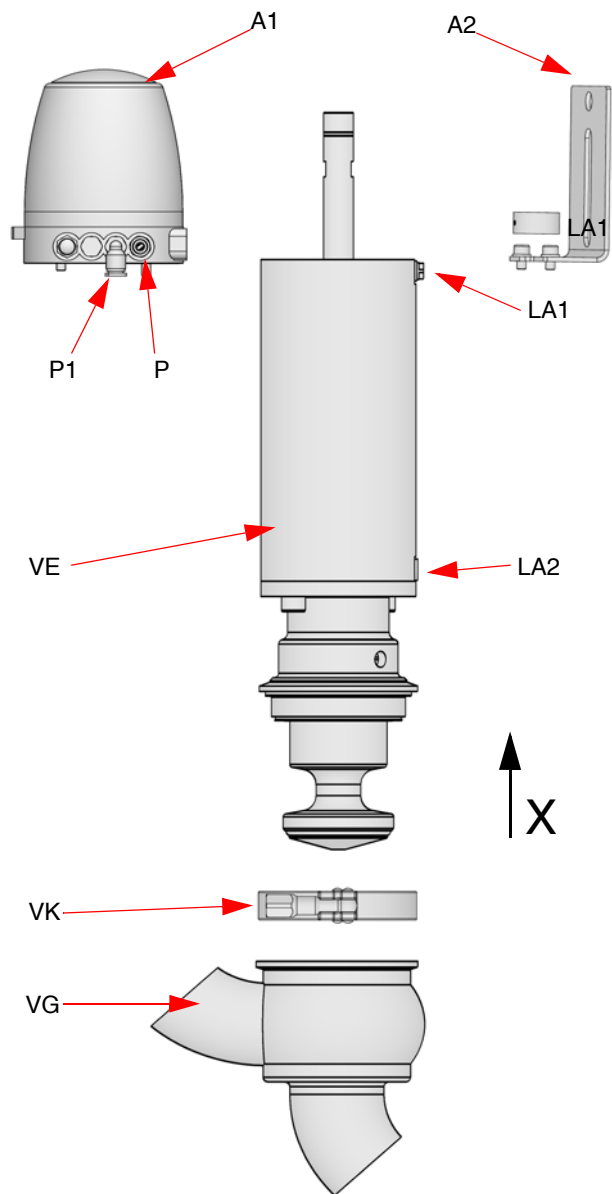

Abb. 3
- Ventil pneumatisch öffnen, damit der Kolben (1) in Richtung X einfährt (Abb. 3 /Seite 9).
- Verschlussklammer (VK) abschrauben.